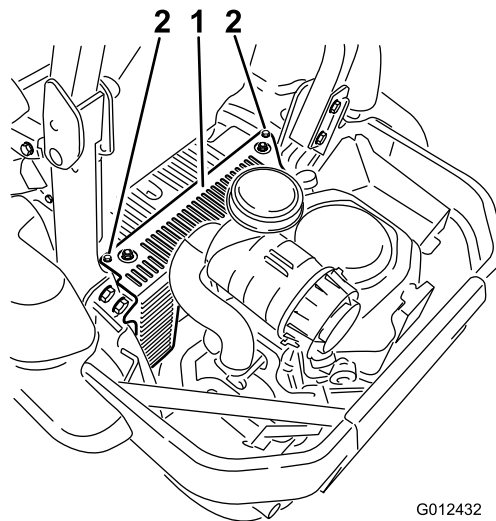

Figura 55
3. Retire la cubierta de la unidad hidráulica y los 2 pernos que están sujetos a la misma (Figura 55).
5. Instale la cubierta de la unidad hidráulica izquierda (Figura 55).